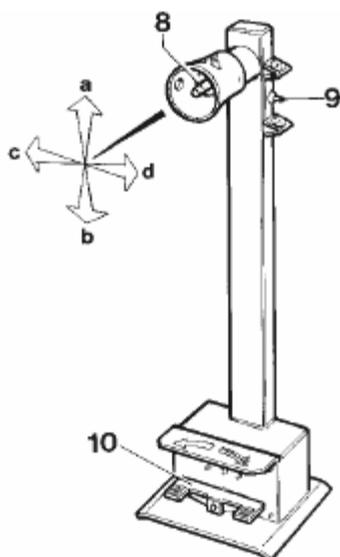

Рис. 7
Мобильная стойка управления (рис.7) позволяет оператору выбрать рабочее положение, наиболее удобное для каждого из случаев. На этой стойке сконцентрированы все команды, а именно: манипулятор 8 (рис.7) в положении «а» поднимает кронштейн самоцентрирующейся цанги; в положении «b» - его опускает; в положении «с» приближает инструментальную каретку и мобильную платформу к самоцентрирующейся цанге; а в положении «d» - отдаляет.
- выключатель 9 (рис.7): при повороте вверх открывает зажимы самоцентрирующейся цанги (блокирует); при повороте вниз закрывает зажимы (разблокирует).
- педаль 10 (рис.7): при нажатии на правую или левую сторону вращает самоцентрирующую зажимную цангу соответственно направлению стрелок.